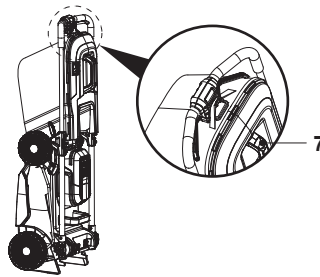

Rys. 23
1. Przed przechowywaniem wyłączyć maszynę i wyjąć akumulator (24).
- Zdemontować kosz na trawę (7) / wkładkę mulczującą (23).
- Ustawić dźwignię regulacji wysokości koszenia (12) w najniższym położeniu.
- Poluzować dwie dźwignie zaciskowe (8), a następnie złożyć całkowicie zespół uchwytu (rys. 23, kroki 1, 2).
- Zabezpieczyć połączenia blokując dwie dźwignie zaciskowe (8). Trójkątny wskaźnik (6b) musi być wyrównany ze wskaźnikiem położenia postojowego (9a), ponieważ w przeciwnym razie elementy mogą się rozdzielić (rys. 23, krok 3).